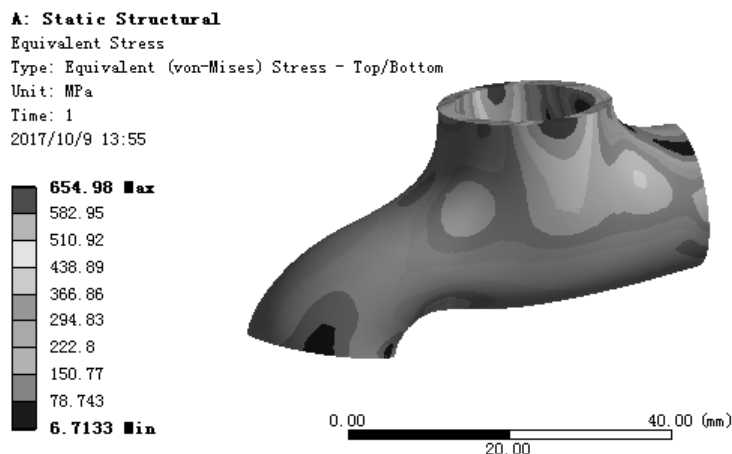

图 9.4.13 应力结果图解
(1) 求解分析。在顶部工具栏中单击 **Solve** 按钮求解分析。
(2) 查看应力结果图解。在“Outline”窗口中选中 **Equivalent Stress**，查看图 9.4.13 所示的应力结果，其最小应力为 6.7133 MPa，其最大应力为 654.98 MPa。